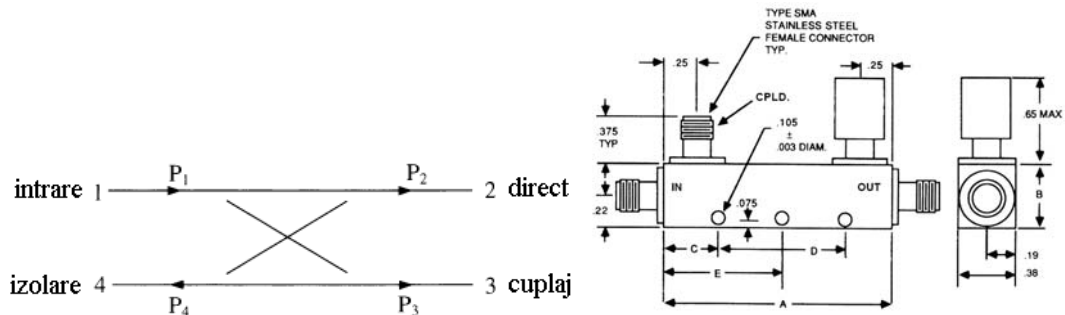

Figura 1
1. Deși numerele alocate porților sunt introduse prin convenție, tradițional numerele alocate (corespunzătoare formulelor) sunt cele din figura 1